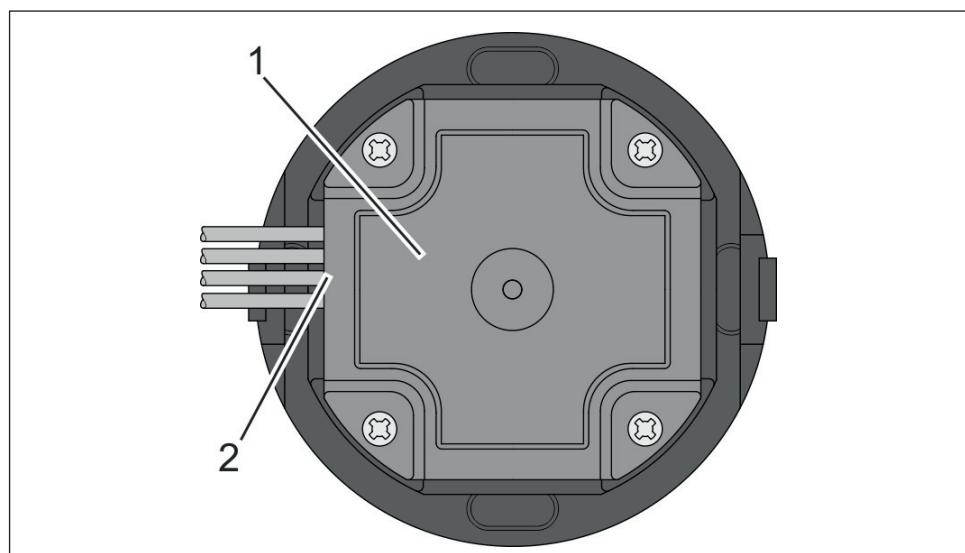

Abb. 14: Rückseite Leser WR 200 mit Leitung
4. Beiliegende Abdeckung an der Rückseite des Lesers anschrauben (Abb. 14/1).
Dabei die Leitungen seitlich an den gepolsterten Leitungsführungen ausleiten (Abb. 14/2).